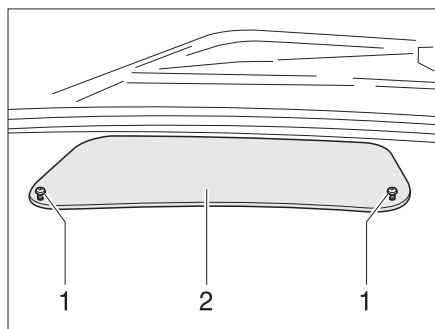
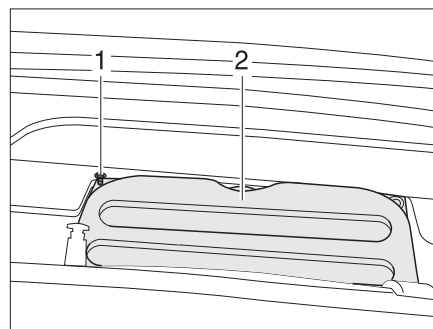

Fig. 32 Cache dans le tableau de bord
Fig. 33 Cache vers le compartiment moteur
- Desserrer deux vis (Fig. 32,1) et enlever le cache (Fig. 32,2).
- Dévisser six vis à six pans creux (Fig. 33,1) et les enlever avec les rondelles.
- Retirer le cache (Fig. 33,2).
- Revisser les deux caches (Fig. 33,2 et Fig. 32,2).